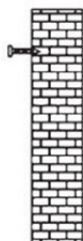

Fig. 2
4. Setzen Sie die dehnbaren Rohre in die Löcher ein und ziehen Sie diese mit passenden Schrauben fest an (siehe Abbildung 2). HINWEIS: Ziehen Sie die Schrauben fest an, aber nicht vollständig in das Dehnungsrohr ein; die Länge der blanken Teile sollte 10 mm betragen.